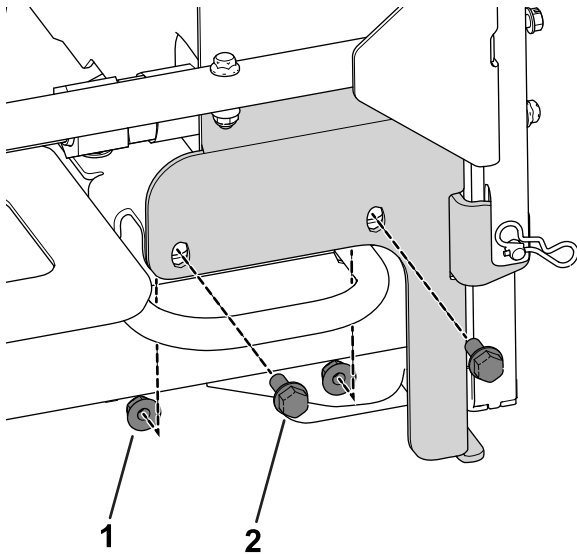

**Figure 6**
**Remarque:** Sur certains anciens modèles, un montant du châssis peut se prolonger devant les fixations du cadre du radiateur. Déposez le montant du châssis, puis limez et repeignez l'extrémité du nouveau châssis (Figure 6).